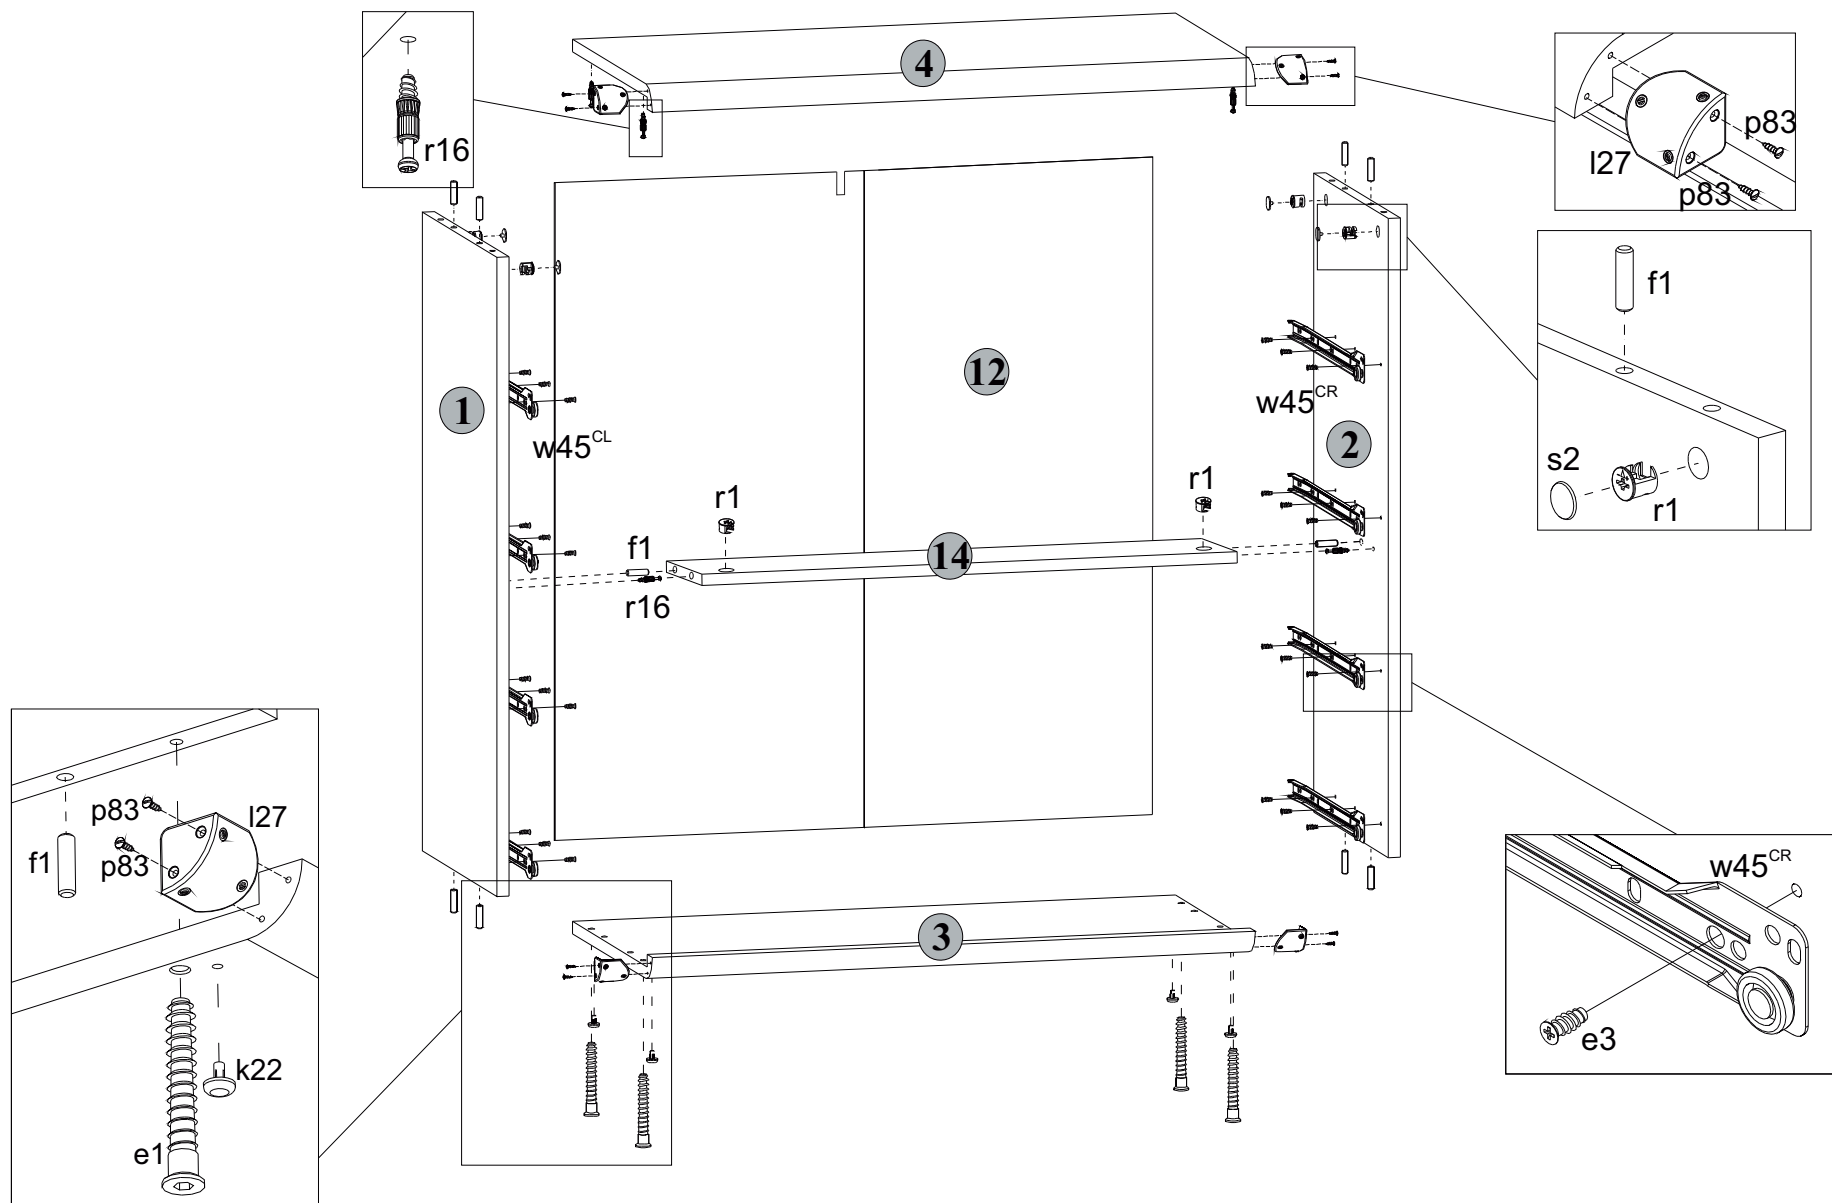

Рис. 2
- 5.4 На внутренних поверхностях стенок боковых **1, 2** и цоколя **14** в отверстия диаметром **15 мм** вставить стяжки эксцентриковые **r1** (см.рис. 2).
- 5.5 В отверстия диаметром **5 мм** на нижней поверхности щита верхнего **4** вкрутить винты стяжки **r16**, пользуясь крестообразной отверткой (см.рис. 2).
- 5.6 В отверстия диаметром **4,5 мм** на нижней поверхности щита нижнего **3** вставить опоры полимерные **k22** (подпятники) (см.рис. 2).
- 5.8 К стенкам боковым **1** и **2** присоединить щит нижний **3** и стянуть еврошурупам **e1**, пользуясь специальным ключом **z1** из комплекта фурнитуры (см.рис. 2).
5.2 В отверстия диаметром **8 мм** на верхних и нижних кромках стенок боковых **1** и **2**, а также в боковые кромки цоколя **14** вбить деревянные шканты **f1** (см.рис. 2).